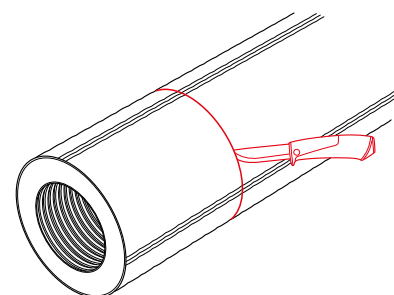

Рис. 4.4.2
2. Надрезать защитную оболочку по окружности на глубину 4–6 мм на расстоянии 200 мм от торца трубы (рис. 4.4.2).